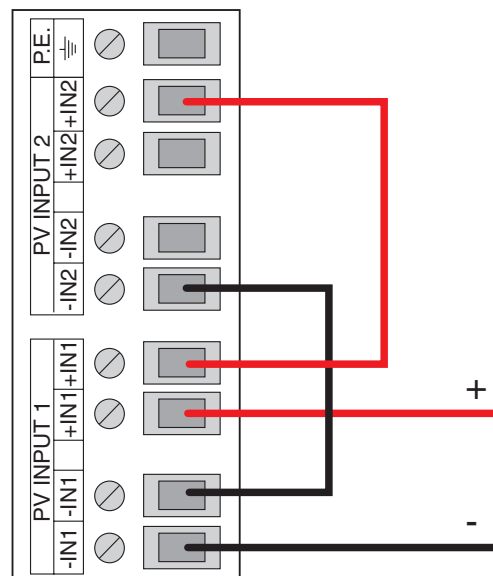

Abb. 13 Parallelanschluss der beiden String-Eingänge
**ACHTUNG:** Sollte der Strom die maximale Leistung von 10 Adc eines Eingangsbereichs des Wechselrichters überschreiten, müssen die beiden Sektionen parallel geschaltet werden, indem zwei Überbrückungen zwischen den Klemmen am Klemmenbrett, an das man nach dem Entfernen der Abdeckung gelangt, verlegt werden. Die Litzen, mit denen man die Überbrückungen, mit einen Schnitt von 2,5 mm2 (AWG14) realisiert, müssen jeweils zwischen die Klemmen -IN1 und -IN2, im Fall der negativen, und zwischen die Klemmen +IN1 und +IN2 bei der positiven geschlossen werden, siehe Abb. 13. Darüber hinaus muss der Wechselrichter so konfiguriert werden, dass man mit zwei, parallel verkabelten Sektionen (ein String) über die auf einer CD-Rom gelieferte Kommunikations-Software arbeiten kann.